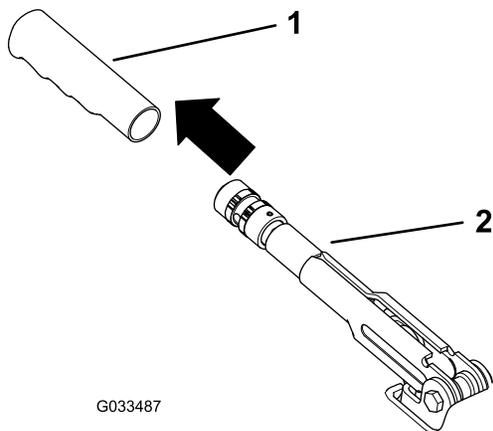

Figura 59
1. Togliete l'impugnatura di gomma dalla leva del freno di stazionamento (Figura 59).
5. Rimontate l'impugnatura di gomma sulla leva del freno di stazionamento (Figura 59).